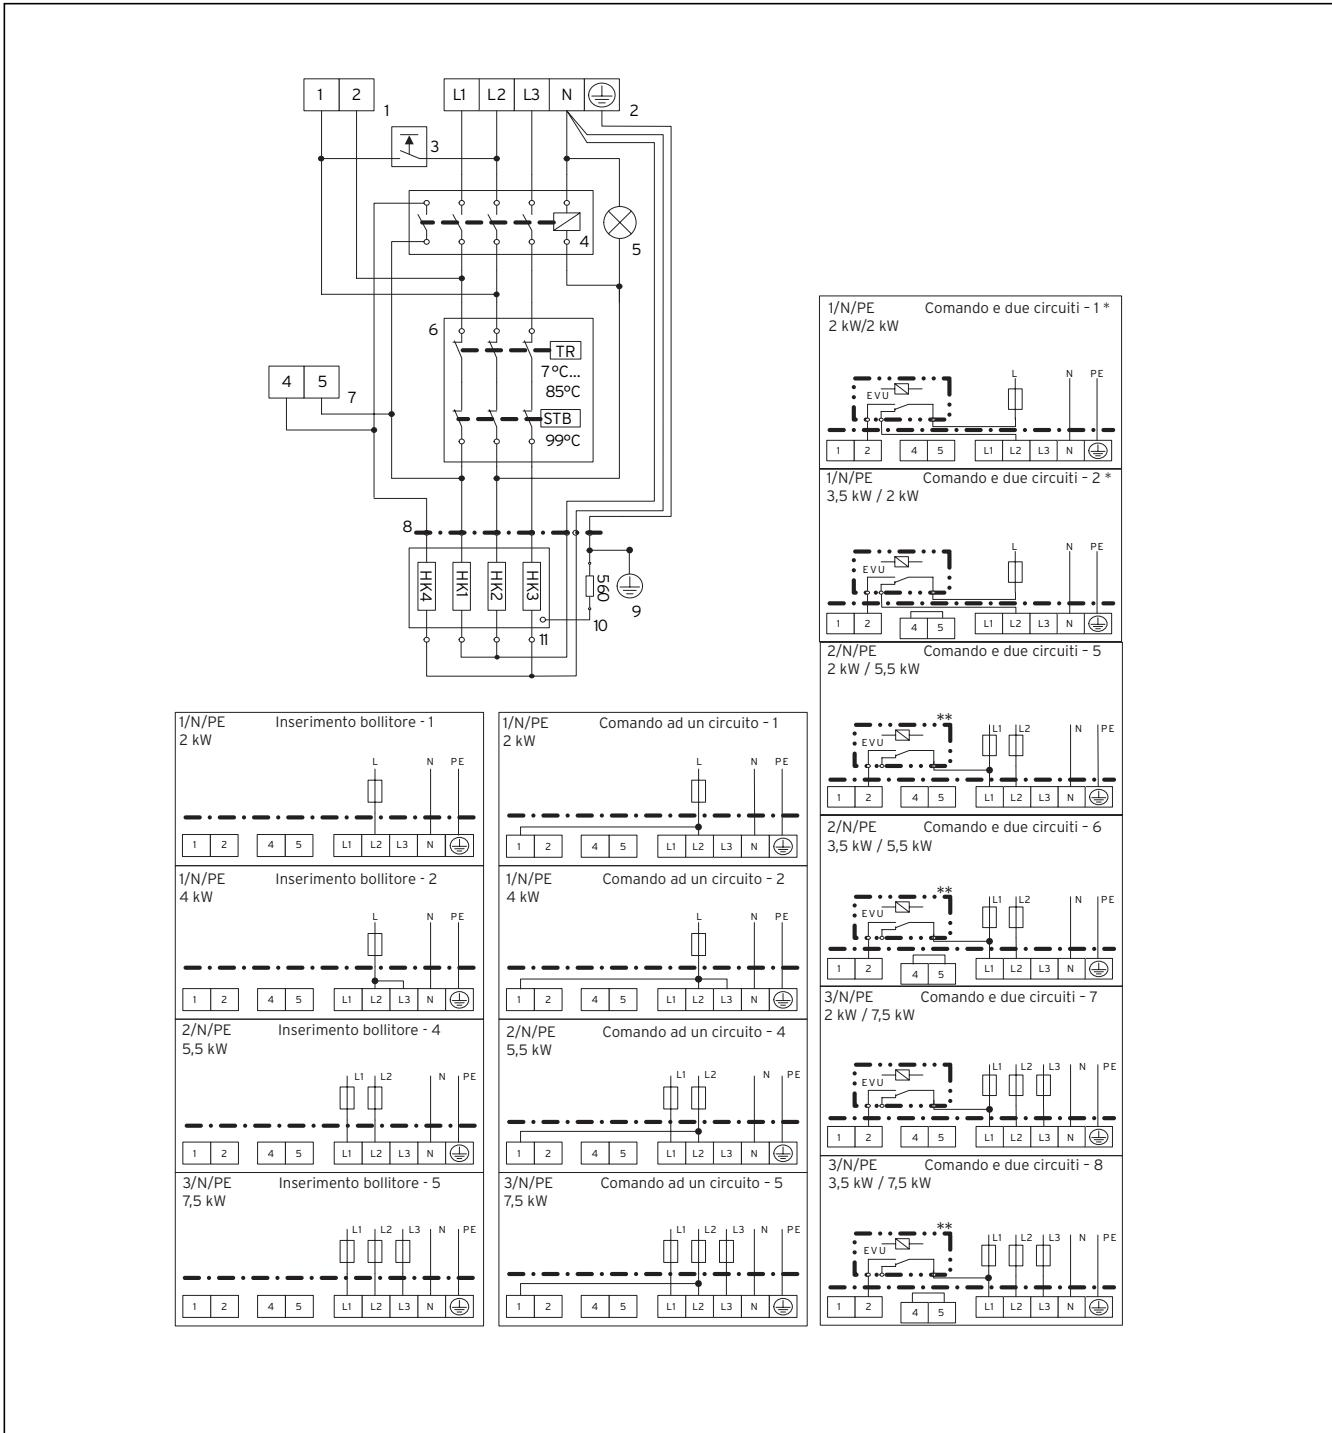
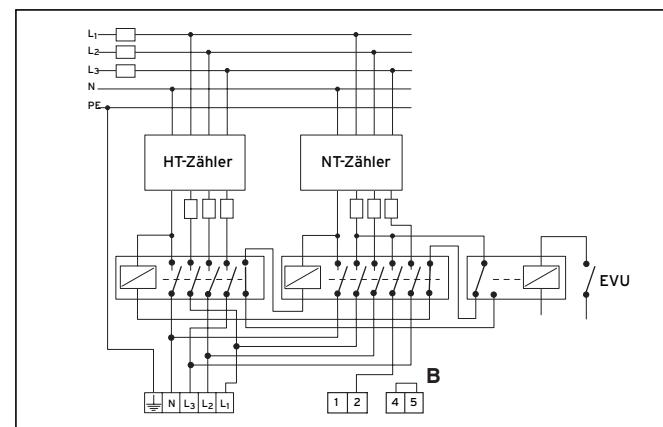

Fig. 8.1 Panoramica dei circuiti elettrici eloSTOR
Fig. 8.4 Allacciamento a tre fasi
- Procedere al cablaggio di collegamento per le potenze indicate nella tabella 8.1 in base agli schemi elettrici corrispondenti riportati nella fig. 8.1 e nelle figg. da 8.2 a Abb. 8.4.
Osservare lo schema elettrico (vedere fig. 8.1). Per il comando ad un circuito è necessario un ponticello (1,5 mm²) tra L2 e il morsetto 1. Per il comando a due circuiti, applicare il cavo di comando al morsetto 2. Nell'inserimento bollitore non sono necessarie linee di controllo.